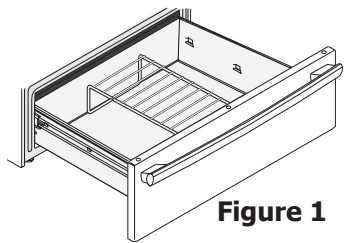

Figure 1
- Grille en **U vers le haut** (Fig. 1) pour permettre de disposer des aliments de moindre dimension sur et sous la grille (par exemple, petits pains ou biscuits sur la grille et casserole en dessous).